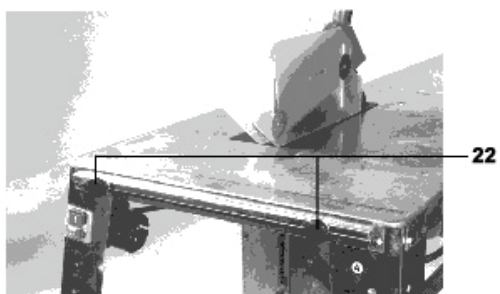

Fig. 19
- Montați componentul 22 cu ajutorul a două șuruburi cu capul bombat și tijă pătrată M6x30 și a două șaibe M6 (v. fig. 19). Urmați apoi descrierea de mai sus. Componentul 22 se va mișca liber în canelura de ghidaj.